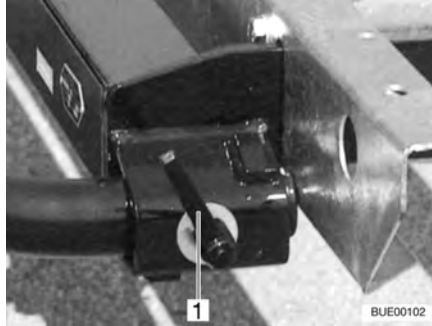

Fig. 5 Cierre rápido
- Encajar el soporte a la izquierda y a la derecha en el marco y retenerlo con un cierre rápido (Fig. 5,1) de cada lado.
- Soltar el cierre rápido (Fig. 5,1) y extraer el soporte de los alojamientos en el marco.